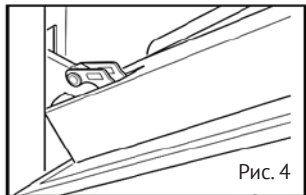

Рис. 4
- Установите петли в посадочные места (рис. 4.)